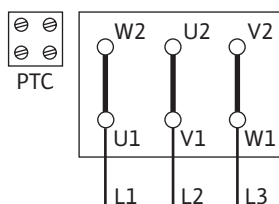
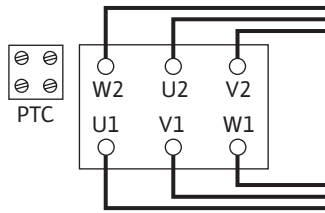

Fig. 5: Y-Δ-Anlauf
Fig. 6: Δ-Schaltung
- Der Netzanschluss ist abhängig von Motorleistung P2, Netzspannung und der Einschaltart. Erforderliche Schaltung der Verbindungsbrücken im Klemmenkasten folgender Tabelle sowie Fig. 5 und Fig. 6 entnehmen.
Y-Δ-Anlauf (Standard)	Verbindungsbrücken entfernen (Fig. 5).
Start über Softstarter	Δ-Schaltung (Fig. 6)